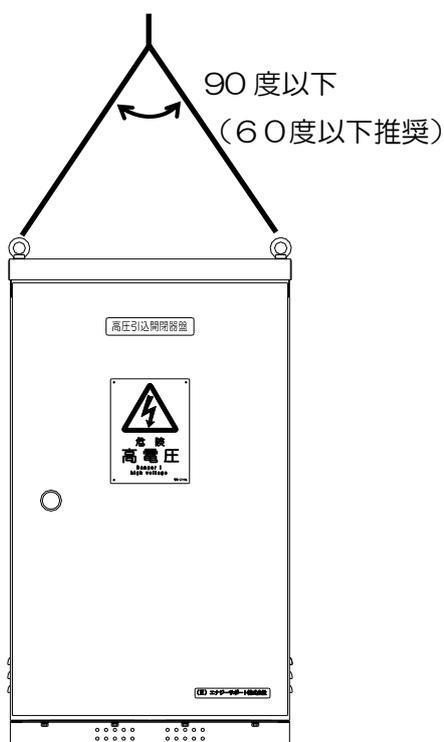
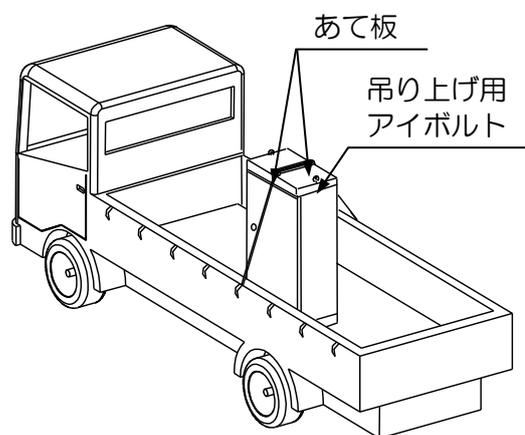

図 3
図 4
- (1) 開閉器盤を吊り上げ運搬・移設する際は、必ず付属の吊り上げ用アイボルト 2 本を用いて下さい。
- (2) ワイヤロープの長さは、図 3 のように吊り下げ角度が 90 度以下となる長さとし、耐荷重は、開閉器盤本体質量（約 200kg）の吊り上げに耐えるものを使用して下さい。
- (3) 開閉器盤の移動の際は、過度の衝撃・振動を避けるよう注意して下さい。
- (4) 運送車両上での固定のために屋根部にワイヤロープを掛ける場合は、図 4 のように吊り上げ用アイボルト間にワイヤロープが掛かるようにし、屋根の稜線には傷が付かないようあて板などをして下さい。